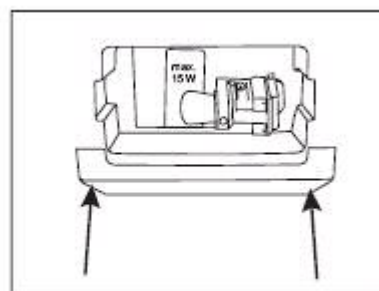

fig. 9
2. Desmontar o écran de iluminação (fig.9). Carregar no écran de iluminação para o fazer sair dos dois ganchos.